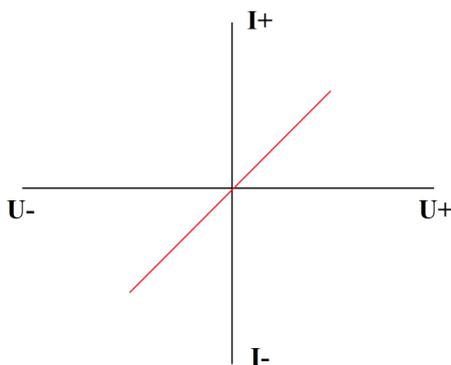

Рисунок 8. Внешний вид графика ВАХ резистора.
- ВАХ резистора выглядит как наклонная линия в направлении справа налево (Рисунок 8).